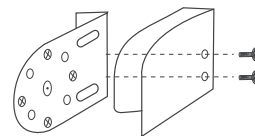

Fig. 1
a. Instale una de las abrazaderas de la cenefa en la abrazadera (Fig. 1).